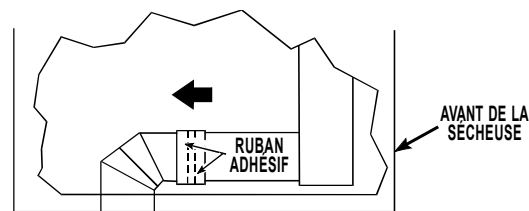

FIGURE 7
- Insérer la section droite courte de tuyau d'évacuation dans le raccord coudé, d'environ 1 po. Assurer l'étanchéité des deux connexions avec du ruban adhésif pour conduits. Voir Figure 7.